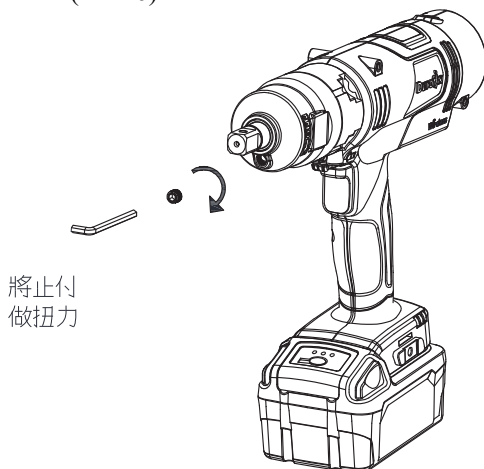

FIG. 6
5. Enfin, utilisez une clé Allen (4,0 mm) pour serrer l'écrou dans le sens des aiguilles d'une montre. (FIG. 6)